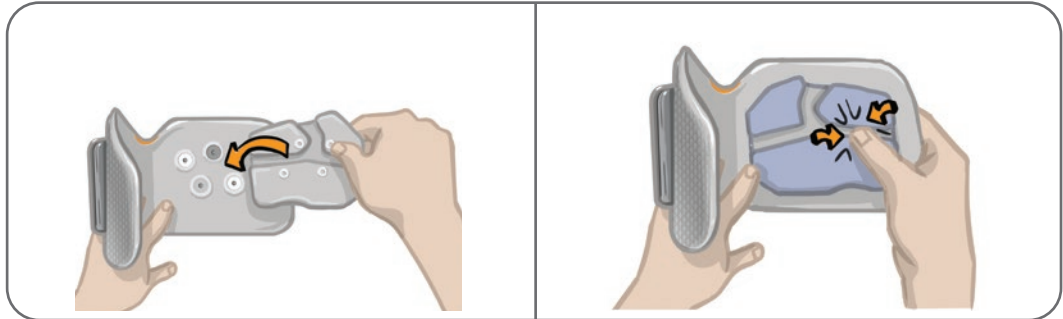

Abbildung 6-8: Ausrichten und Anbringen der Steering-Elektrode
5. Richten Sie die Druckknöpfe der Steering-Elektrode an den Löchern der Unterschenkelmanschette aus. Siehe Abbildung 6-8.
6. Drücken Sie nun kräftig, bis die Steering-Elektrode sicher in die Unterschenkelmanschette eingerastet ist. Achten Sie dabei darauf, auf alle Bereiche über den vier Druckknöpfen zu drücken. Siehe Abbildung 6-8.